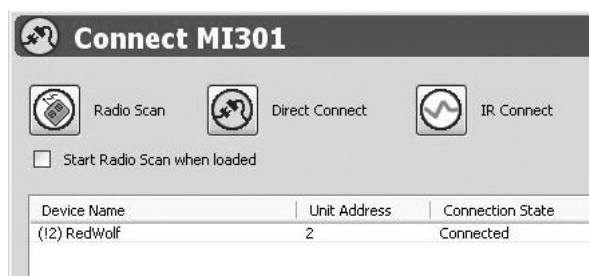

Рис. 29 Соединение установлено.
11. Статус в PC Tool изменится на "Connected" (подключен). См. рис. 29.